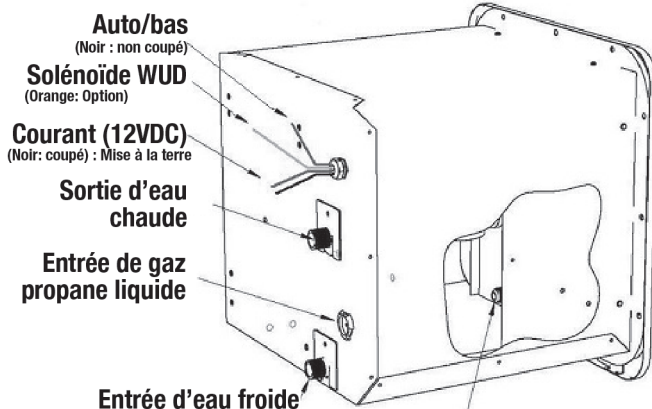

Figure 2
Insérer partiellement le chauffe-eau dans l'ouverture et raccorder les conduites d'eau chaude et froide aux raccords ½ po NPT. Les raccordements peuvent être faits à l'aide d'adaptateurs à écrou tournant PEX à filetage droit NPS et d'un joint étanche à cône ou avec un écran ½ FTP standard. Les écrous tournants PEX ne requièrent qu'un serrage à la main. Avec un écrou ½ po FTP standard, ne pas utiliser de ruban Téflon et/ou de pâte à tuyau PTFE et ne pas trop serrer (Figure 2, page 6).
Raccorder le gaz à l'aide d'une conduite à gaz propane liquide de 3/8 po. Placer l'oeillet sur la ligne devant l'écrou à compression avant d'évaser la conduite (Figure 2). **Utiliser du calfeutrage au besoin pour créer un joint permanent avec le boîtier autour de l'oeillet en caoutchouc.**
- La longueur des fils externes, ceux qui s'étendent au-delà de la bride de cordon à l'arrière de l'appareil (Figure 2), ne doit pas être raccourcie pour aucune raison. Si les fils sont coupés, il ne sera plus possible d'enlever le boîtier de contrôle lors des réparations ou des tests.